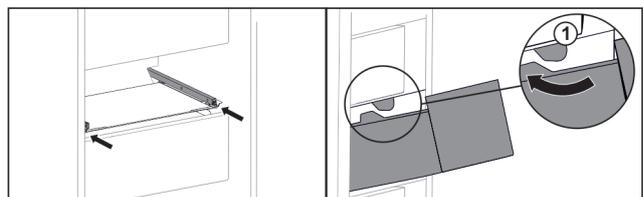

Fig. 31
- ▶ Avvicinare il cassetto ai fermi Fig. 31 (1)\*